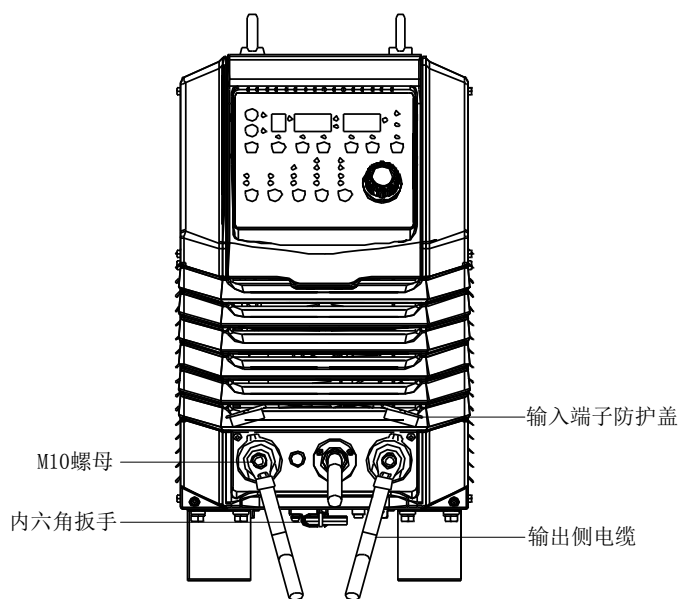

图2-3 正、负输出端子与送丝机侧焊接电缆、工件侧焊接电缆的连接示意图
1. 打开输出端子防护盖（见图 2-3）。
2. 从焊机底部取出内六角扳手，位置如图 2-3 所示。